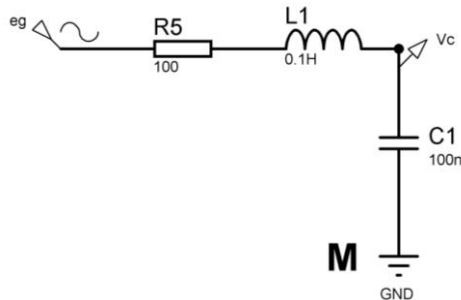

Figure 1. Circuit RLC à l'étude
1) Calculer tout d'abord la pulsation de résonance ω_0 du circuit de la Figure 1 en considérant qu'à cette pulsation particulière, la partie imaginaire de l'impédance totale du circuit est nulle. Donner la valeur numérique de la fréquence de résonance f_0 en utilisant les valeurs des composants donnés en Figure 1.
4) Dessiner le circuit RLC de la Figure 1 sous le logiciel QCUS.